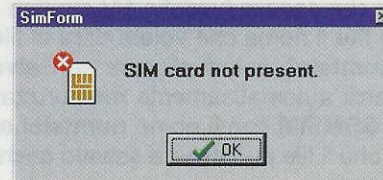

Fig.18 Se non avete inserito la Sim Card nell'interfaccia appare questo messaggio.
**SIM card not present** (vedi fig.18)